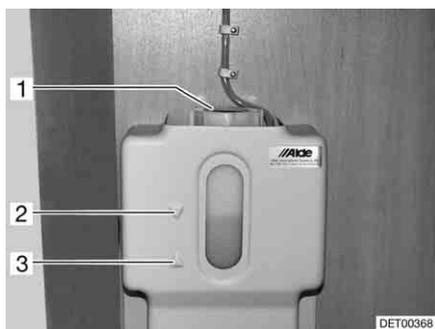

Bild 250 Ausgleichsbehälter Warmwasser-Heizung
- Prüfen, ob am Ausgleichsbehälter (Bild 250) die Flüssigkeit zwischen der Markierung "MIN" (Bild 250,3) und "MAX" (Bild 250,2) steht.
- Am Ausgleichsbehälter den Drehverschluss (Bild 250,1) aufdrehen.